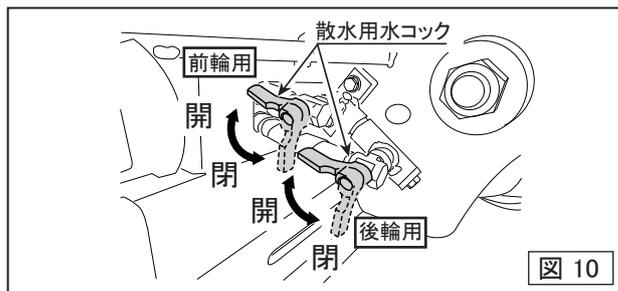

図 10
- 前側ドラム用と後側ドラム用の散水コックを開いて、水が正常に流れる事を確認してください。(図10)